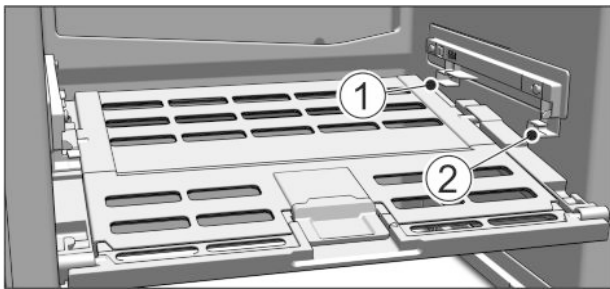

Fig. 10
- ▶ Установка крышки отделения с функцией для хранения овощей и фруктов Fruit & Vegetable-Safe: Вставить поперечные ребра крышки через низ в задний держатель Fig. 10 (1) и защелкнуть спереди на держателе Fig. 10 (2).